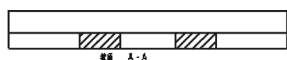

图 11-107 放置第一个投影视图
2) 移动鼠标光标在父视图下方投影通道的适当位置处单击，以放置该投影视图，如图 11-107 所示。